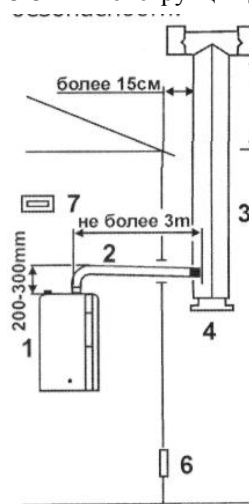

Рис. 26.1.
4.1. Отвод продуктов сгорания с применением дымохода здания применяется, если отсутствуют условия, необходимые для обустройства трубы типа "FE", и дымоход здания удовлетворяет всем эксплуатационным требованиям такой конструкции. (Рис.26.1.)
Для канала дымохода прямоугольного сечения, с размерами А х В мм, эквивалентом оценки является канал круглого сечения. Эквивалент пропускной способности канала прямоугольного сечения рассчитывается по каналу круглого сечения по формуле (Рис. 26.1. Вид А):
- исполнение дымохода здания показано на рис.26.1: